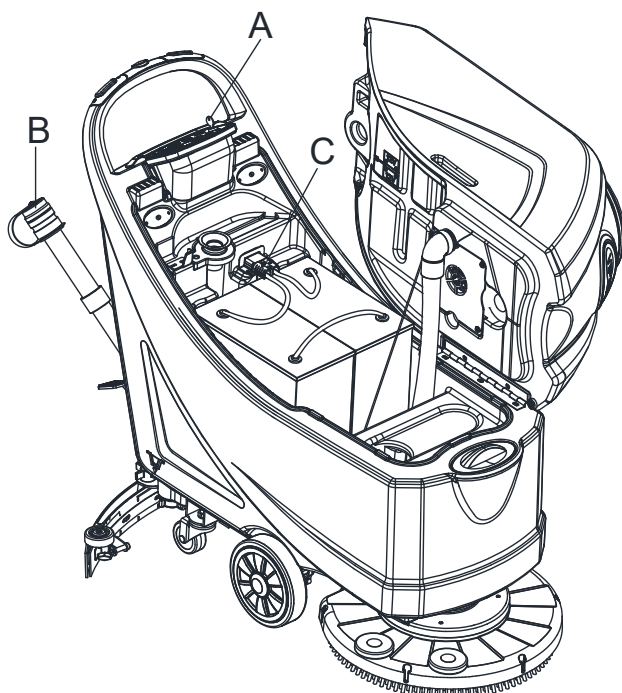

Figure 23
4. Nettoyer le couvercle du réservoir récupération (A), le réservoir de récupération (B), le réservoir d'eau propre (C) et le cadre de support du filtre à flotteur (E). Vider le réservoir de récupération avec le tuyau de vidange (B, Figure 23).
2. Débrancher le câble d'alimentation (C, Figure 23) du réseau électrique.